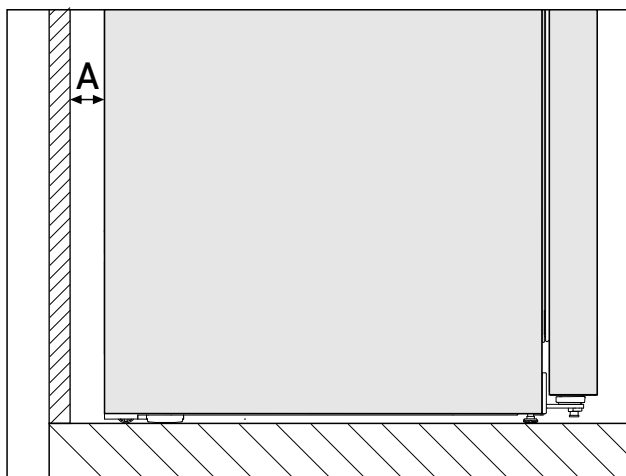

Fig. 4 *
Potrošnja energije utvrđena je s udaljenosti od zida Fig. 4 (A) između stražnje strane uređaja i zida. Ako je udaljenost od zida manja od Fig. 4 (A), to neće utjecati na funkcionalnost uređaja. Ako je udaljenost od zida manja, potrošnja energije može se malo povećati, a na stražnjoj strani uređaja može se stvoriti kondenzacija.*